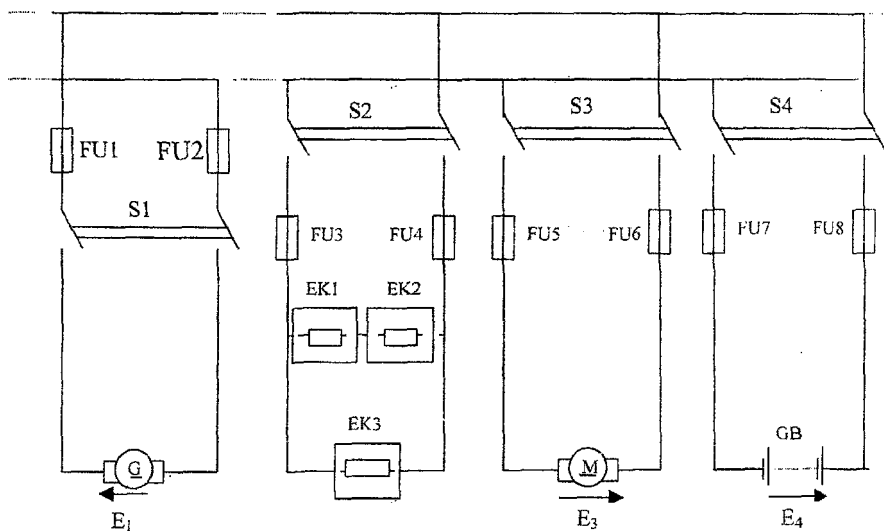

Рис.1.1. Принципиальная схема электрической цепи.
- 1.1.1. Начертить принципиальную схему (ветви, выключатели которых по заданию отключены, не изображать). Нумерацию потребителей и выключателей сохранить по рис.1.1.
К линии электропередачи (ЛЭП) постоянного тока (рис.1.1) с общим сопротивлением обоих проводов $R_{\text{л}} = 1$ Ом, питаемой через выключатель S1 от генератора G с ЭДС E_1 и внутренним сопротивлением $R_{01} = 0,1$ Ом, присоединены через выключатели S2 ...S4 следующие потребители электроэнергии: